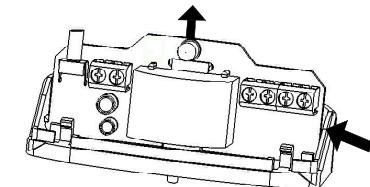

Рисунок 5
7.2. Вставьте отвертку (с плоским шлицем) между платой и боковой стенкой основания, отожмите стенку основания и извлеките плату (рисунок 5).